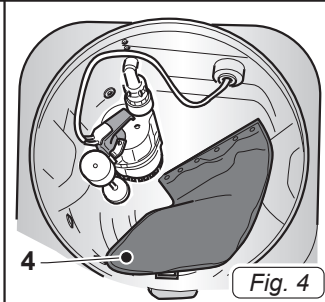

Fig. 4
- Убедиться в наличии тканевого фильтра (4 Рис. 4) внутри бака.
- Если тканевый фильтр (4 Рис. 4) отсутствует, установить его в следующем порядке:
- Снимите сетчатый фильтр (4 Рис. 4).